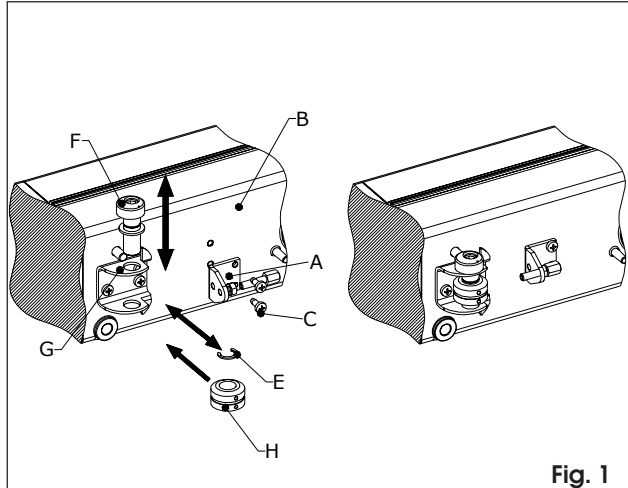

Fig. 1
- 2) Fissare la squadretta **A** al moriduttore **B** tramite le viti **C**, come in Fig. 1.
- 3) Togliere il seeger **E** ed estrarre il perno **F**. Reinserrire in perno **F** nel foro **G** del motoriduttore e calzare il disco **H**, come in Fig.1.
- 2) Mount bracket **A** on gear motor **B** using screws **C** as shown in Fig. 1.
- 3) Take off circlip **E** and remove pin **F**. Fit pin **F** back in the gear motor hole **G** and mount disc **H** on the pin as shown in Fig.1.
- 2) Fixer la patte-équerre **A** au motoréducteur **B** au moyen des vis **C**, comme indiqué en Fig.1.
- 3) Déposer le circlip **E** et dégager le pivot **F**. Remettre en place le pivot **F** dans le trou **G** du motoréducteur et monter le disque **H**, comme indiqué en Fig.1.
- 2) Fijar la escuadra A al motorreductor B mediante los tornillos C (Fig. 1).
- 3) Quitar el anillo de retención E y el perno F. Volver a colocar el perno F en el orificio G del motorreductor y calzar el disco H (Fig. 1).
- 2) Winkel A gemäß Abb. 1 mit den Schrauben B am Antrieb C festdrehen.
- 3) Seeger-Ring E abnehmen und Zapfen F herausziehen. Zapfen F in Antriebsbohrung G einsetzen und Scheibe H gemäß Abb. 1 aufstreifen.